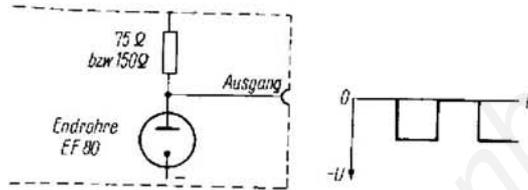

Bild 6 Ausgangsschaltung des RWG 4
3.1.1 Der Ausgang ist nicht gleichstromfrei. Seine Potentiallage ist mit der positiven Halbwelle auf Masse bezogen und mit der negativen Halbwelle galvanisch negativ. (Bild 6)